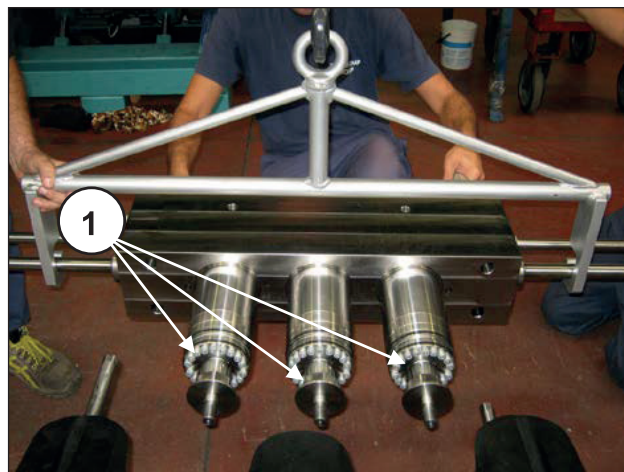

Fig. 185
La culasse doit être remontée avec les pistons introduits dans les chemises (rep. ①, Fig. 185).